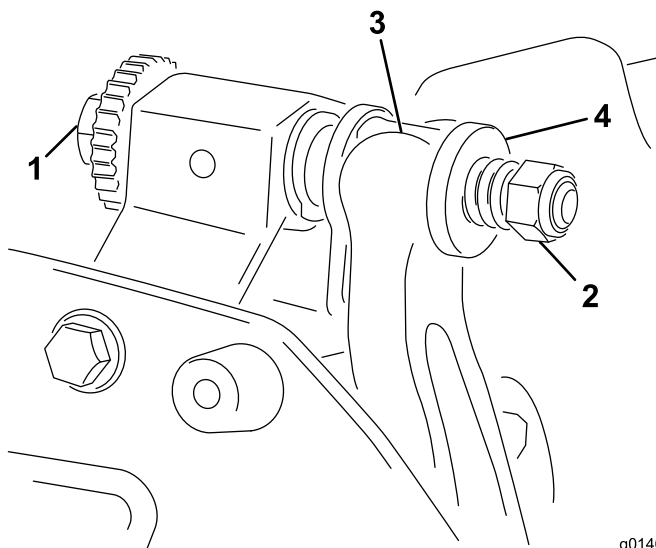

図 19
1. ベッドバー調整ねじを左に回して下刃とリールの接触を完全になくす 図 19。
2. スプリングテンションナットをゆるめて、ワッシャがベッドバーを全く押さないようにする 図 19。
1. ベッドバー/ベッドナイフアセンブリを取り付け、固定用耳をワッシャーとベッドバー調整ネジ (図 19) の間に配置する。